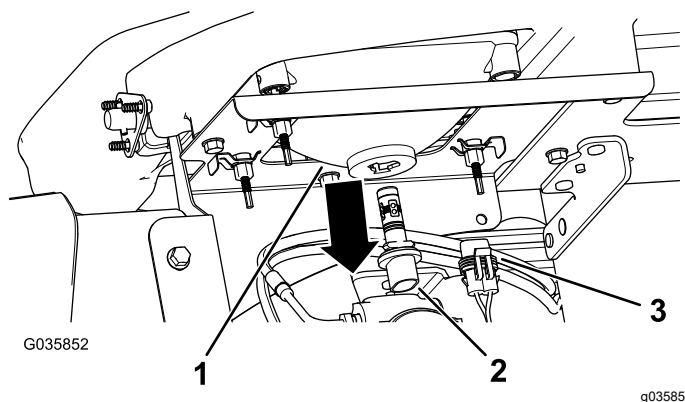

Figura 49
3. Scollegate il connettore elettrico del cablaggio dal connettore del gruppo luci sul retro del vano del faro (Figura 49).
4. Ruotate il gruppo luci di $\frac{1}{4}$ giro in senso antiorario spostandolo indietro, fuori dalla sede del vano del faro (Figura 49).
5. Inserite il nuovo gruppo luci e il vano del faro e allineate le linguette nel gruppo luci alle fessure nel vano del faro (Figura 49).
6. Fissate il gruppo luci ruotandolo di 1/4 di giro in senso orario (Figura 49).
7. Collegate il connettore elettrico del cablaggio al connettore del nuovo gruppo luci (Figura 49).